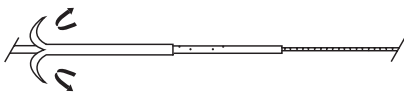

Fig. 3
- c) Dopo l'avanzamento iniziale del catetere sulla guida, tirare indietro e staccare il raddrizzatore usato per l'avanzamento del catetere. (Fig. 3)